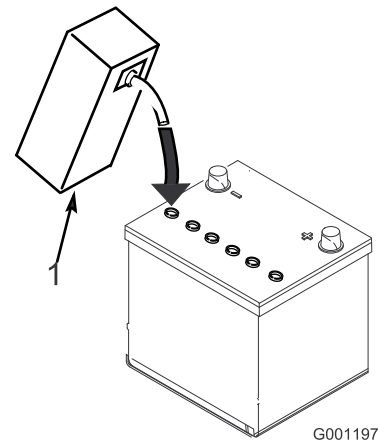

図 6
3. 各セルに慎重に電解液を満す。電極板が 6 mm 程度水没するぐらいが適当 (図 6)。
4. 電極板が液を吸収するまで 20~30 分程度待つ。必要に応じて、電極板が 6 mm 程度水没するぐらいに電解液を補充する (図 6)。